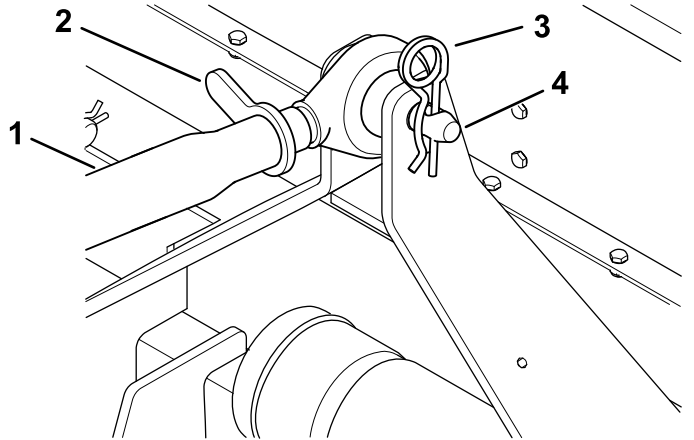

Figure 10
2. Desserrez l'écrou de blocage du bras d'attelage supérieur et tournez ce dernier (Figure 10).